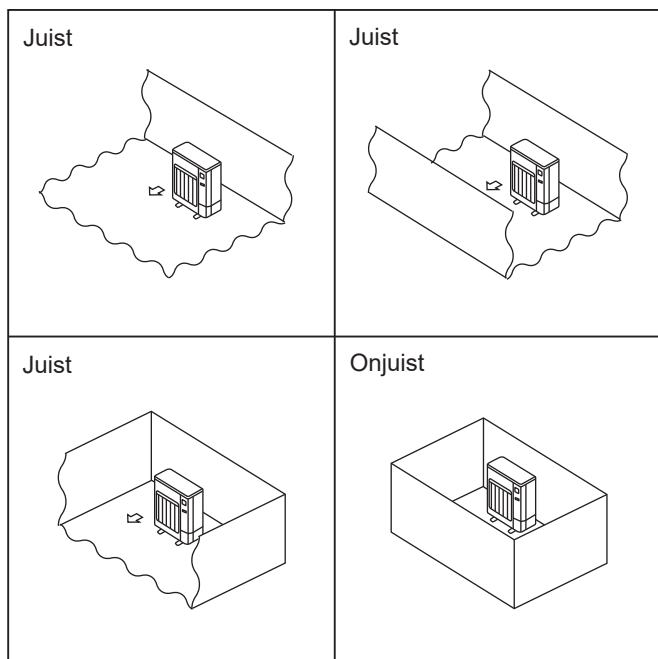

Fig. 2-2
- Ⓢ Installeer buitenapparaten op een plaats met minimaal een van de vier zijden open en in een ruimte zonder verlagen die voldoende groot is. (Fig. 2-2)